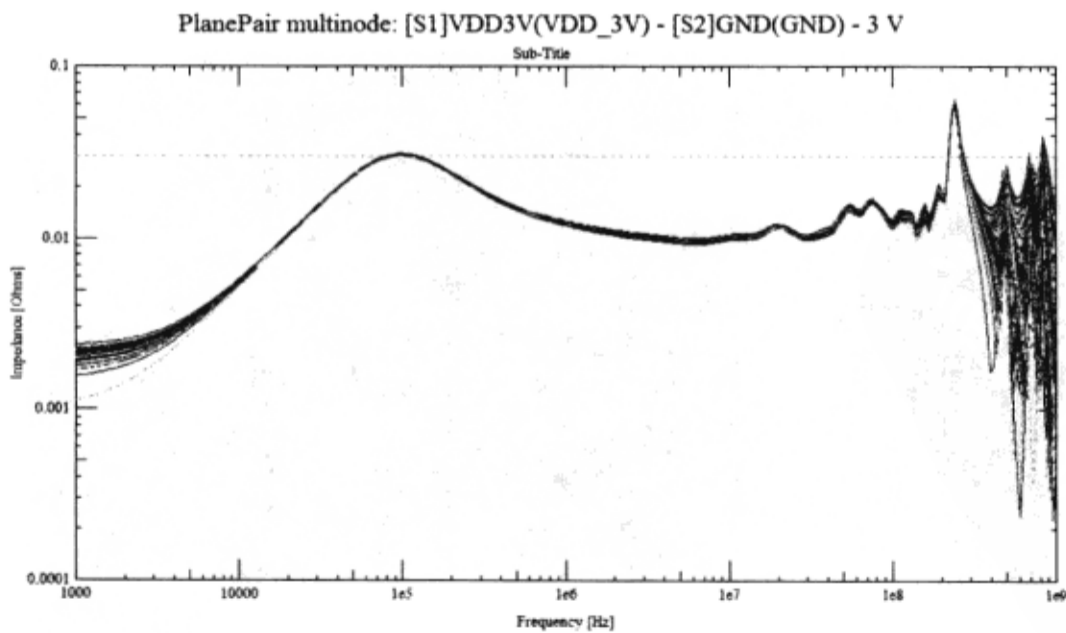
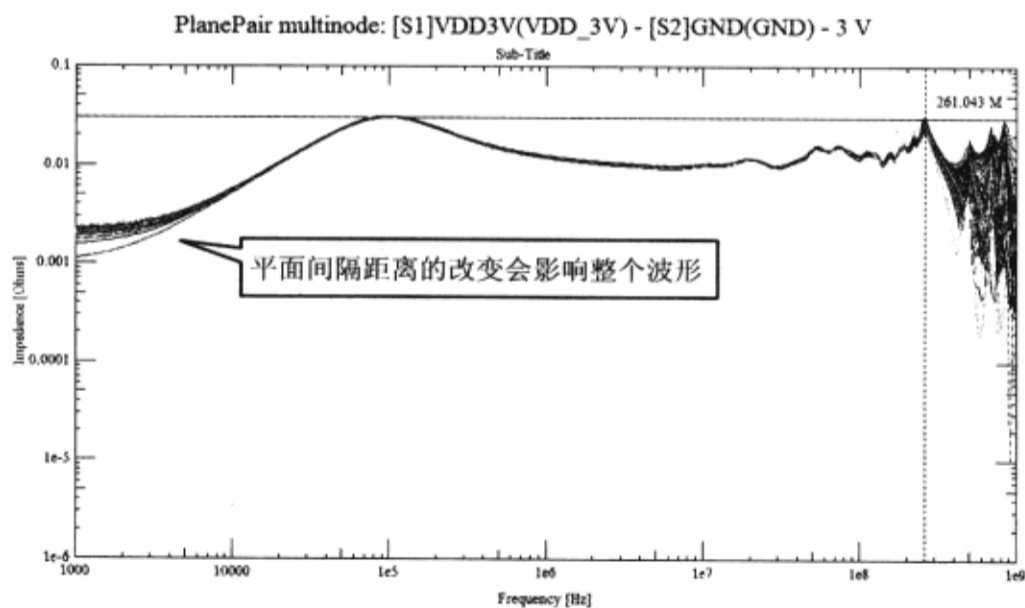

图 9-7-69 多节点仿真结果
图 9-7-91 平面对多节点仿真结果
(9) 在“Power Integrity Design & Analysis”对话框中选择“MultiNode Simulation”，电源完整性工具会进行多节点仿真并在 SigWave 窗口中显示仿真结果，如图 9-7-69 所示。在图 9-7-69 中可以看出，在 PCB 的底层摆放一些电容器会在仿真波形当中产生一个非常大的反谐振波峰。
(9) 单击“Multi Node Simulation”按钮，电源完整工具开始进行多节点分析并在 SigWave 窗口中显示仿真结果，如图 9-7-91 所示。在 SigWave 窗口左边对显示波形进行设置，可显示上次多节点分析的仿真结果（在要显示的波形上单击鼠标右键，选择“Display”），通过对比当前显示的两套波形观测叠层结构的修改对仿真波形的影响。通过对比图 9-7-69 和图 9-7-91 可知，平面对平面间电容的变化会减小整个波形。